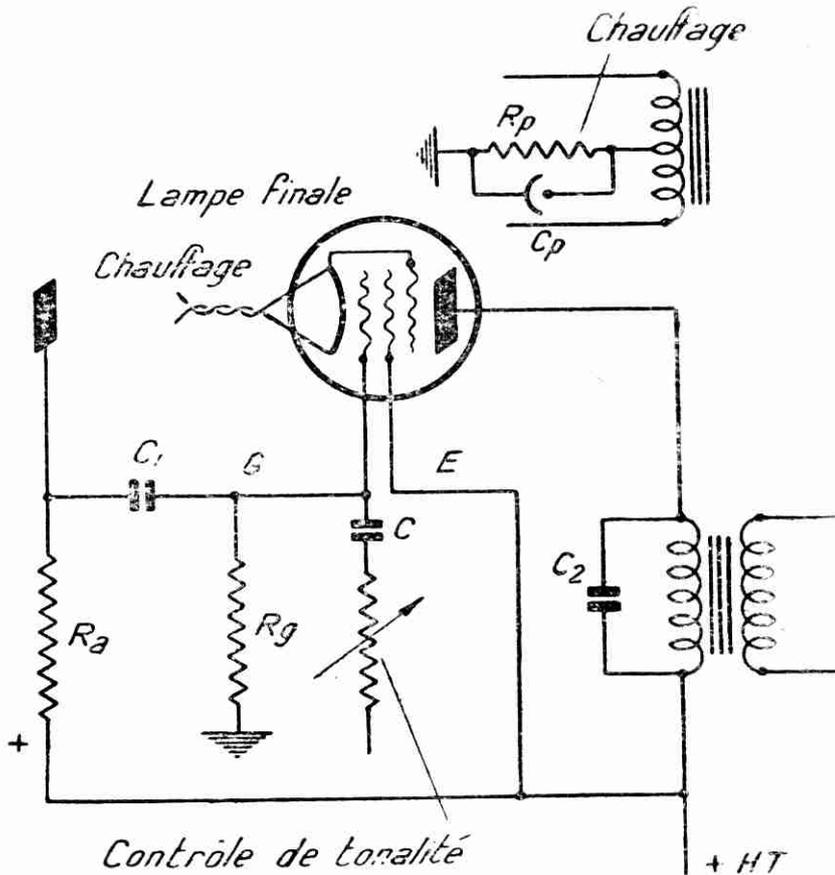

FIG. 11.
A l'aide d'un corps conducteur quelconque, un simple tournevis, par exemple, on touchera la grille de la lampe finale (point G, fig. 11). Si à ce moment, le haut-parleur fait entendre un bruit
**Le récepteur bourdonne malgré que tout soit normal dans le circuit d'alimentation anodique. Ce bourdonnement ne s'annule point quand on met la résistance Rp en court-circuit (fig. 11).**
Il est probable que l'écran (connexion E, fig. 11) n'est pas relié à la source de tension anodique.
Les oscillations peuvent, dans certains cas, s'amorcer par suite d'une défectuosité du condensateur C2 (fig. 11) qui shunte le transformateur de sortie.